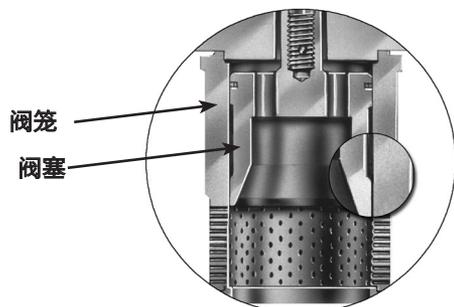
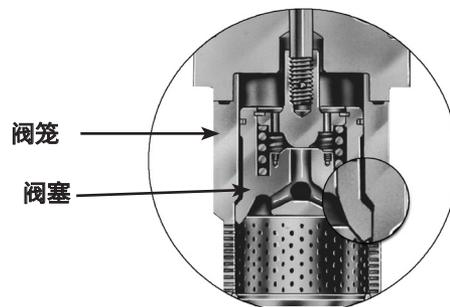

图4 - 直阀塞设计
图5 - 钟形阀塞，只是引导设计
1. 把阀塞杆上拉,从套筒中拆下阀芯组件。如果采用钟形阀塞设计(见图5),那么拉动阀塞杆依然会将阀塞和套筒同时拆除。对于直阀塞设计(见图4),在拆除阀塞之后,提起套筒,从阀体上拆下来。